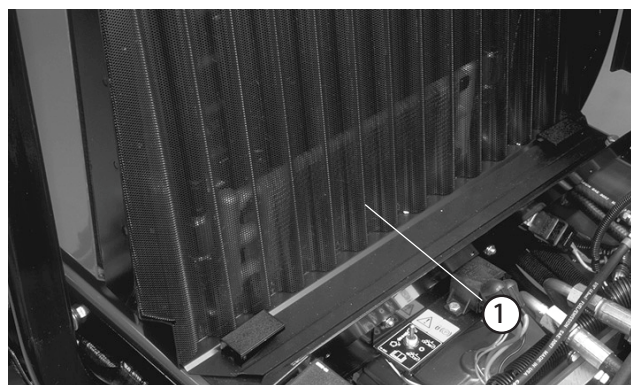

図 53
- クランプをゆるめ、スクリーンを引き上げて傾ける (図 53)。スクリーンを圧縮空気ですていねいに洗浄する。